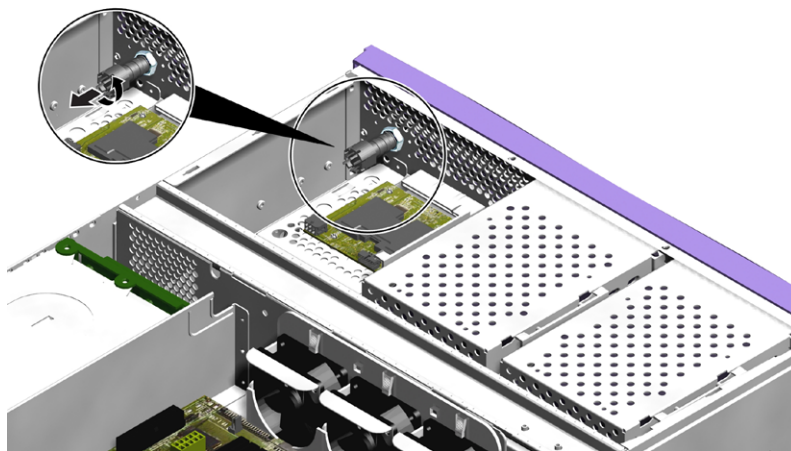

図 1-29 キースイッチの配線ハーネスの取り外し
4. キースイッチ部品の後ろにある配線ハーネスを外します (図 1-29)。